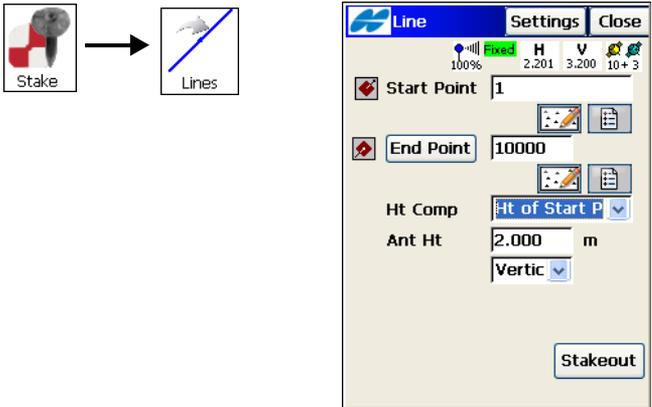

Abbildung 9-15. Abstecken von Linien
1. Um die Punkte einer Linie abzustecken, wählen Sie **Abst ▶ Linien** (Abbildung 9-15 auf Seite 9-12).
2. Wählen Sie im Fenster **Abst. Linie** (Abbildung 9-15 auf Seite 9-12) die Bezugslinie über Startpunkt und Endpunkt bzw. Azimut. Derzeit liegen alle Absteckpunkte auf Höhe des Start-
punktes. Sie müssen außerdem die Antennenparameter (GPS+-Modus) oder die Zielhöhe (TS-Modus) eingeben. Tippen Sie auf **Abstecken** (Abbildung 9-15).